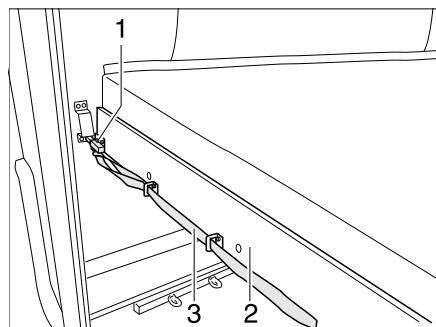

Bild 98 Etagenbett (Heck)
- An der Schlaufe (Bild 98,3) ziehen und den Riegel (Bild 98,1) lösen.
- Den Lattenrost (Bild 98,2) mit der Matratze nach vorn ziehen, bis er einrastet.